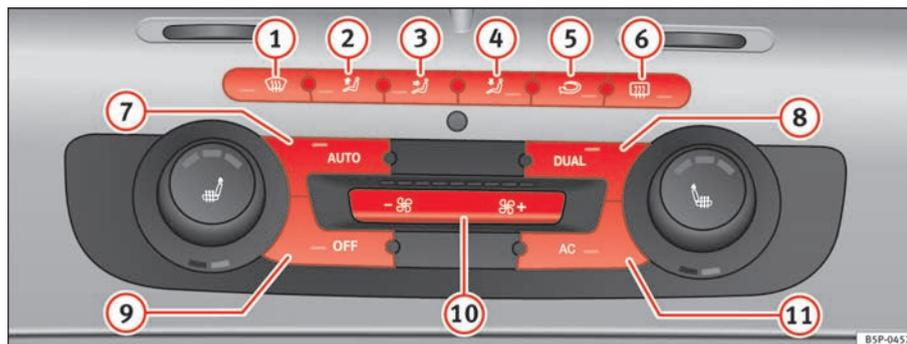

Fig. 132 Mandos del 2C-Climatronic en el tablero de instrumentos.
- Para activar el modo manual pulse una de las teclas ⇒ página 169, fig. 132 (1) al (5), o pulse las teclas de la turbina (10). La función seleccionada aparecerá en el display de la radio o del navegador.
- Pulse la tecla ⇒ página 169, fig. 132 2 para conectar o desconectar la recirculación de aire. Está conectada si en el display aparece el símbolo .